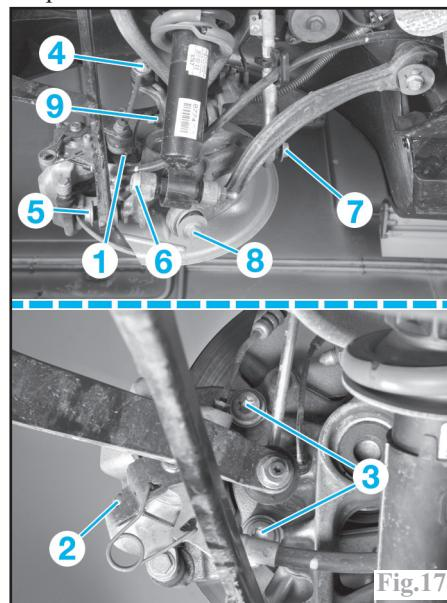

Fig.17
Déposer le capteur de vitesse de roue ABS (1) (Fig.17).